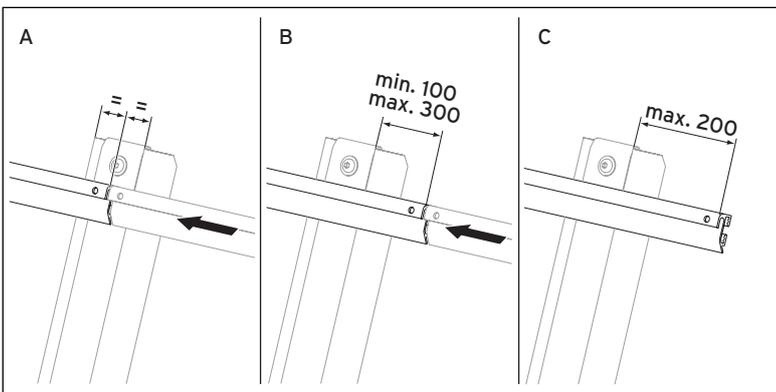

Abb. 5.16 Montageschienen an mehreren Gestellen anbringen
- Wenn zwei Montageschienen nicht mittig auf der Halterung abschließen, sondern über das Gestell hinausstehen (→ **Abb. 5.16, B**), dann verbinden Sie die Montageschienen wie folgt mit dem Schienenverbindungsstück: